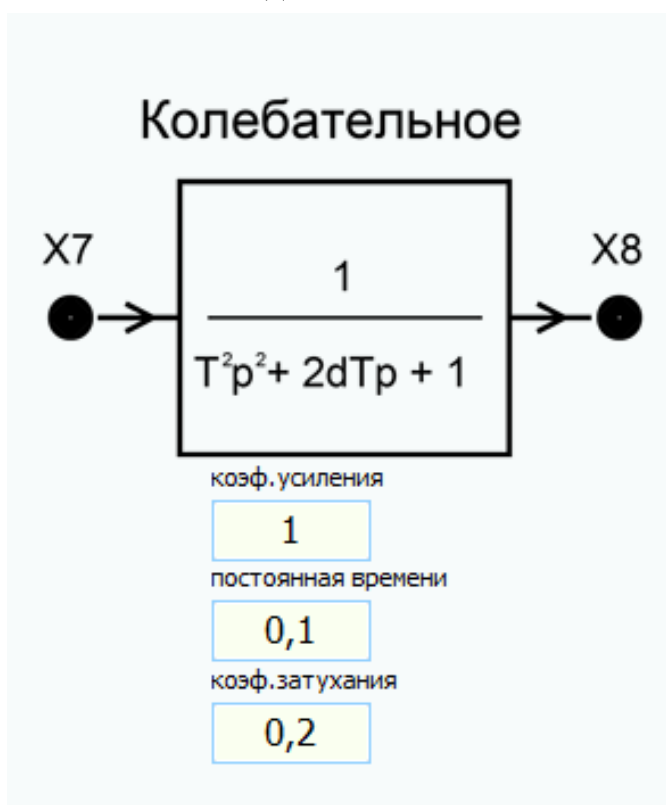

Рисунок 9. Параметры колебательного звена
14. В меню программы ELAB на модуле «Типовые звенья» меняем коэффициент усиления, постоянную времени и коэффициент затухания «Колебательного звена» (рис. 9). Нажимаем виртуальную клавишу «Установить». Наблюдаем на экране осциллографа изменение выходного сигнала.